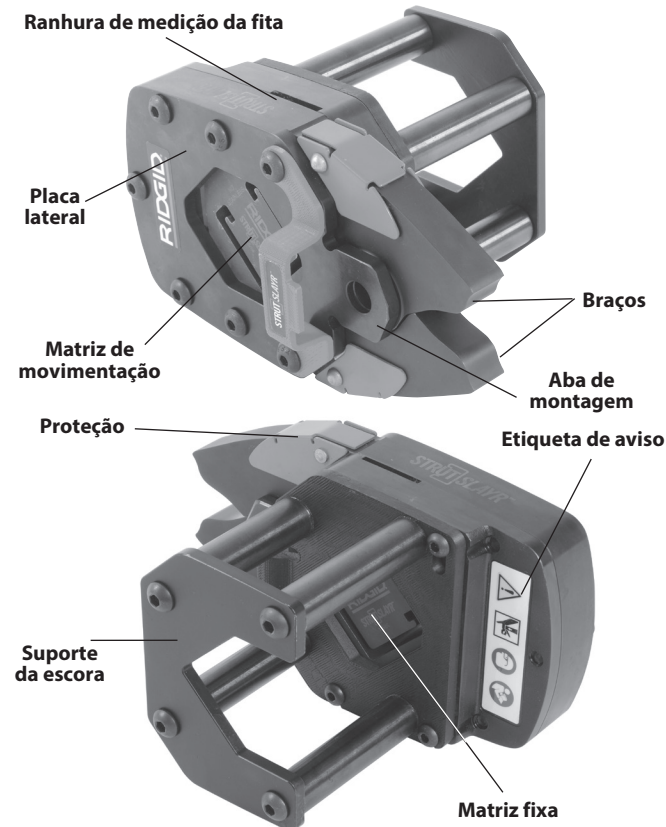

Figura 1 – Cabeça de cisalhamento STRUTSLAYR
- Montagem e integridade adequadas (Consulte a Figura 1).
- Presença e legibilidade do autocolante de aviso (Conforme mostrado na Figura 1).